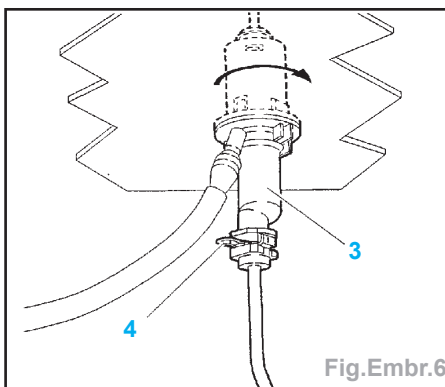

Fig.Embr.6
- Déposer l'agrafe (4) (Fig.Embr.6).
- Déverrouiller du tablier le cylindre émetteur d'embrayage (3) par rotation (flèche).